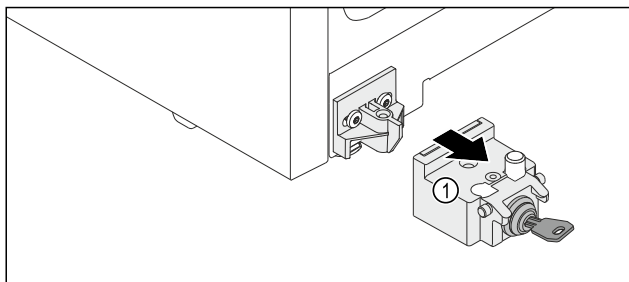

Fig. 11
- Estrarre il dispositivo di chiusura Fig. 11 (1) in avanti.